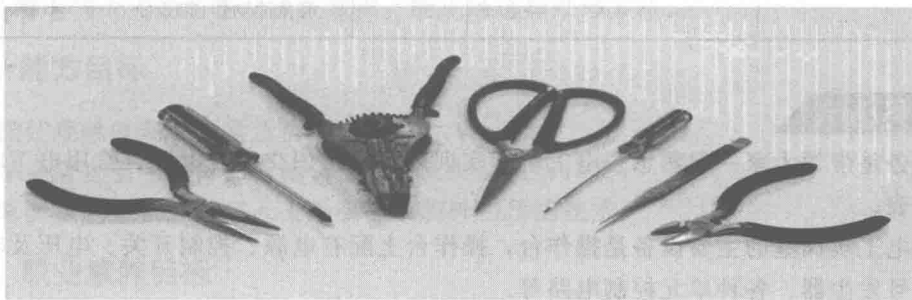

图 1-4 部分常用电工工具
(2) 常用电工工具 常用电工工具有钢丝钳、尖嘴钳、斜口钳、剥线钳、螺丝刀、镊子、电工刀、试电笔等，见图 1-4。